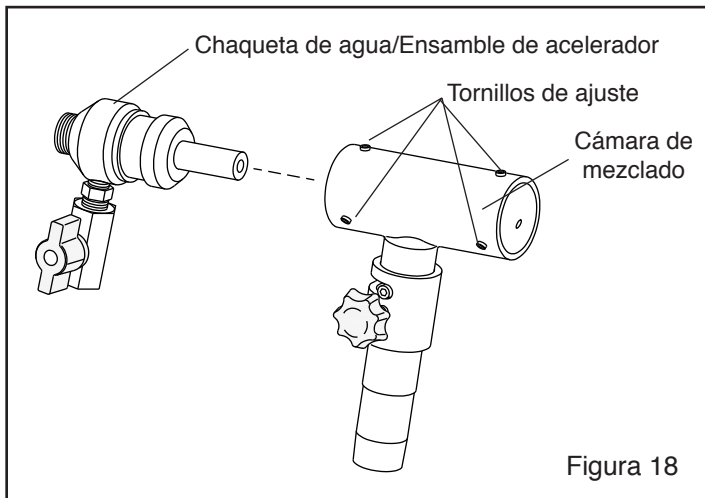

Figura 18
7.3.1 Refiérase a la Figura 18 y separe la chaqueta de agua / ensamble del acelerador de la cámara de mezclado